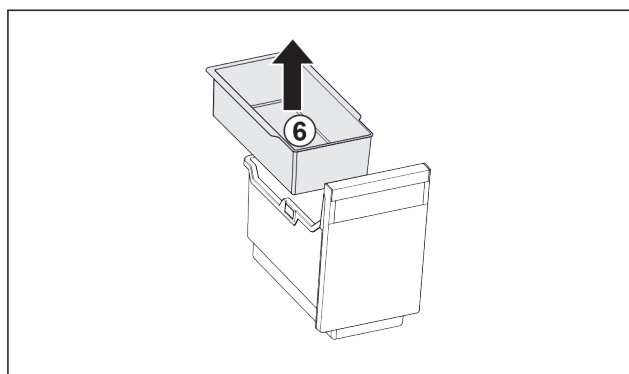

Fig. 30
- ▶ Vyjměte závěsnou misku Fig. 30 (6).